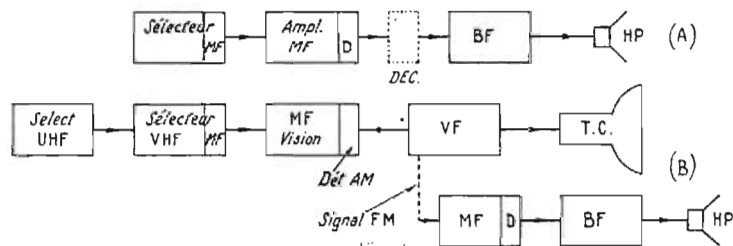

Fig. 1
De la comparaison des diagrammes (A) et (B) de la figure 1 on peut déduire que dans les deux cas, l'ensemble MF + D est monté de la même manière. Les différences intéressantes du Service sont les suivantes :
Voici à la figure 1 les deux sortes d'amplificateurs moyenne fréquence modernes, en (A) celui des radiorécepteurs et en (B) celui des téléviseurs avec son FM.
Passons au schéma (B) de la figure 1 représentant le récepteur vision-son FM d'un téléviseur moderne noir et blanc ou couleur. A la sortie du sélecteur VHF on trouve les deux signaux MF vision et MF son FM. Ces deux signaux sont **amplifiés ensemble** par l'amplificateur MF vision. Le détecteur DET-AM à **modulation d'amplitude** fournit deux signaux : le signal VF et le signal MF sur FM à la fréquence fms-fmi qui en Europe est de 5,5 MHz et aux U.S.A. de 4,5 MHz. Le signal à 5,5 MHz (nous nous en tiendrons aux